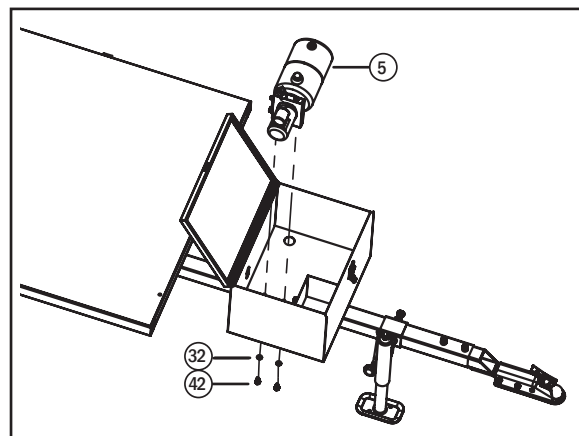

Fig. 12
Étape 15 : Installez la pompe hydraulique. Installez la pompe hydraulique (5) dans le coffre de rangement hydraulique (6) avec la pompe située derrière la batterie et le réservoir d'huile sur le côté opposé, comme indiqué sur la fig. 12. Alignez les deux trous et installez les boulons M10 x 40 (42), les écrou M10 (32) par le bas. Utilisez une clé dynamométrique pour serrer à un couple compris entre 40 et 48 Nm (30 et 35 pi-lb).